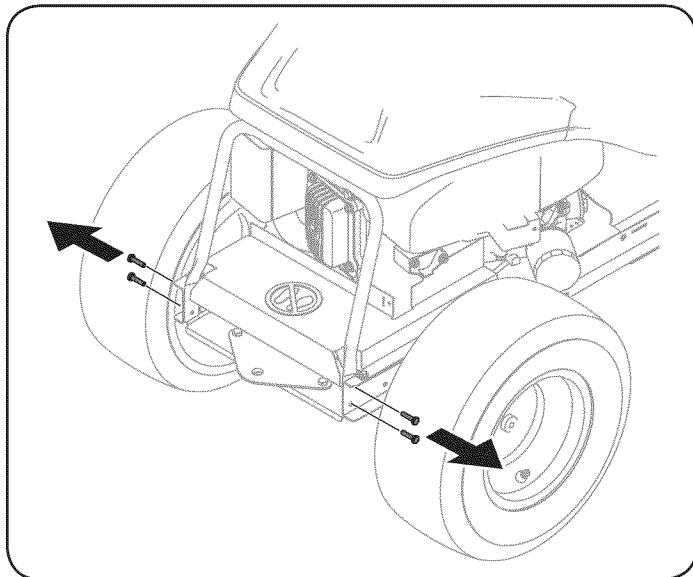

Figure 3
1. Retire y deseche los cuatro grifo auto-tornillos en el bastidor trasero del tractor, como se muestra en la fig. 3.